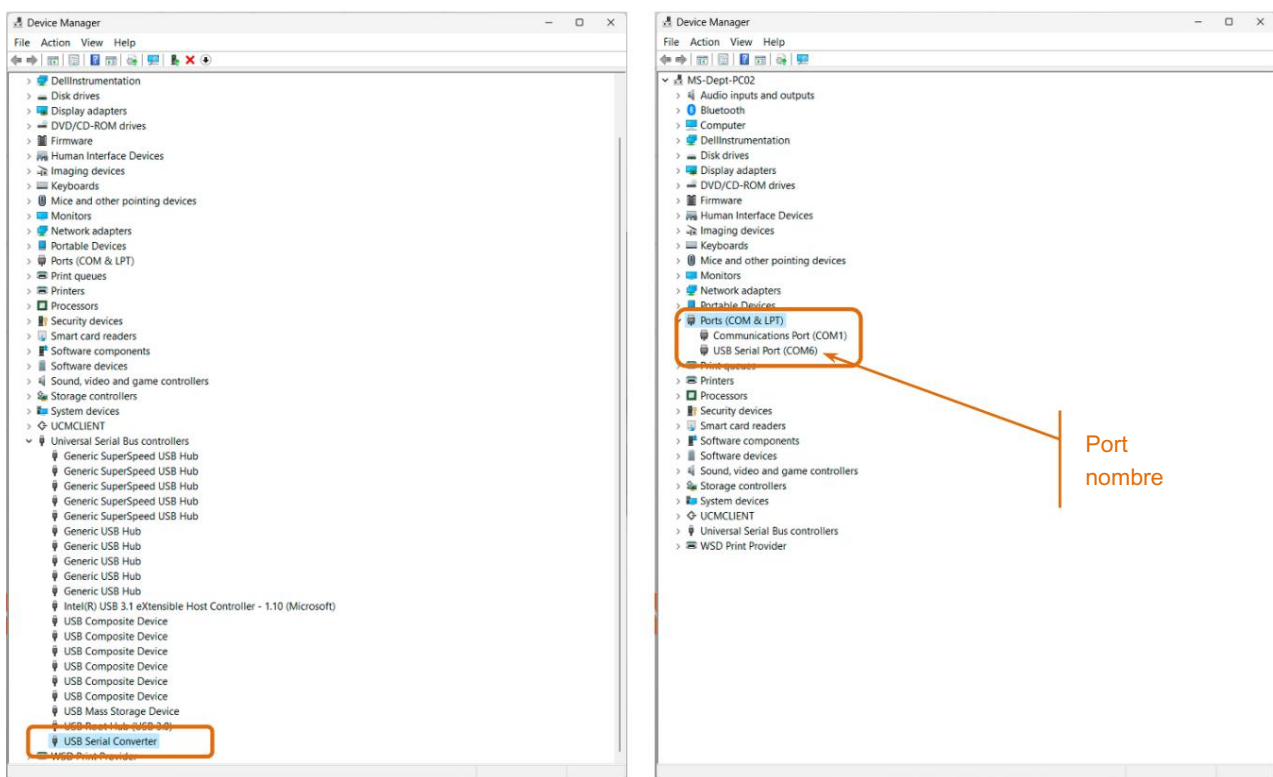

Figure 7-7 | Gestionnaire de périphériques PC
- Accédez au Gestionnaire de périphériques de votre PC (clic droit sur le bouton Démarrer de Windows -> Gestionnaire de périphériques). Le pilote du convertisseur devrait s'installer automatiquement et vous devriez observer une situation similaire à la Figure 7-7 | Gestionnaire de périphériques (si l'installation du pilote est réussie).